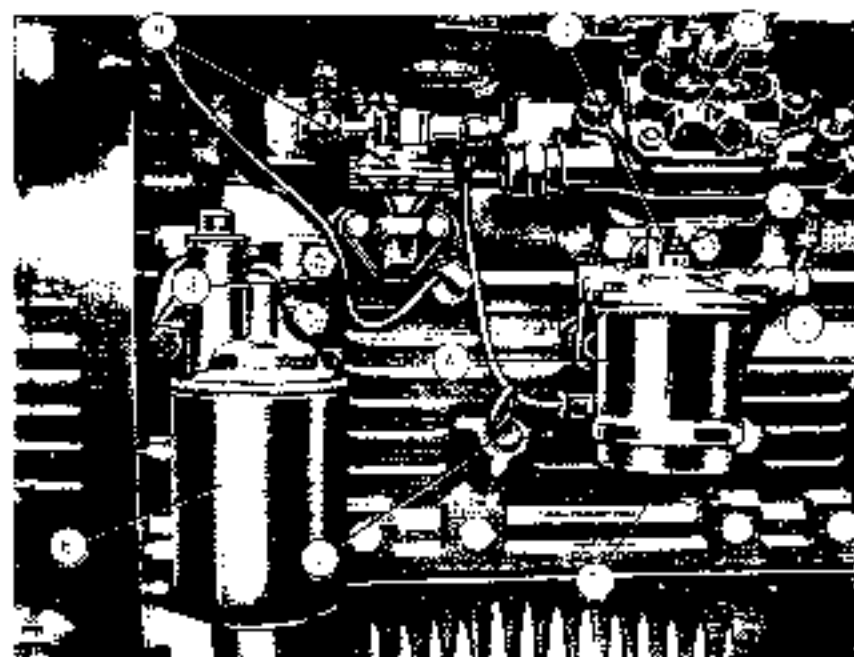

Fig. 17
Ogni 300 ore Sostituire il filtro svitando l'apposita vite di serraggio centrale (2 fig. 17).
1. allentare la vite di spurgo del filtro gasolio (3 fig. 17),
2. azionare la pompa di alimentazione (9 fig. 17) agendo sull'apposita levetta sino a che il gasolio fuoriesca da a vite di spurgo del filtro privo di bolle d'aria